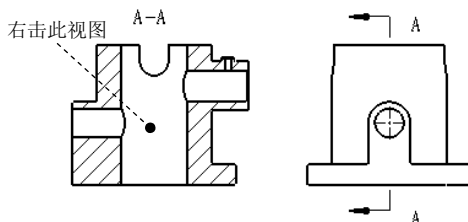

图 4.5.33 选取剖面视图
Step2. 选择命令。在图形区右击图 4.5.33 所示的剖面视图（或在设计树中右击 **剖面视图 A-A**），在弹出的快捷菜单中选择 **等轴测剖面视图** 命令。